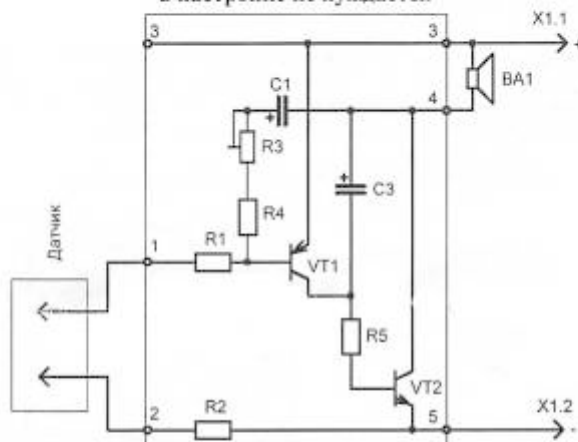

Рис.1 Схема электрическая принципиальная
Сигнализатор выполнен на основе универсальной схемы несимметричного мультивибратора (транзисторы VT1 и VT2). Рабочая частота мультивибратора определяется номиналами резисторов и конденсаторов (R1 и C1). Резисторы R3, R4 и конденсатор C3 определяют тембр звучания сигнализатора. Принципиальная электрическая схема показана на рис.1. В табл.1 приведен перечень элементов.
- соедините устройство с динамической головкой BA1 (конт. 3, 4 рис. 1), мощностью не менее 0,5 Вт и номинальным сопротивлением не менее 8 Ом;